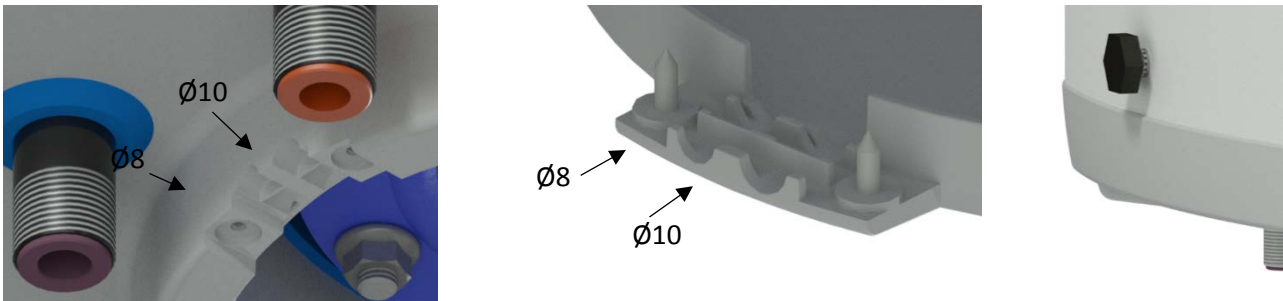
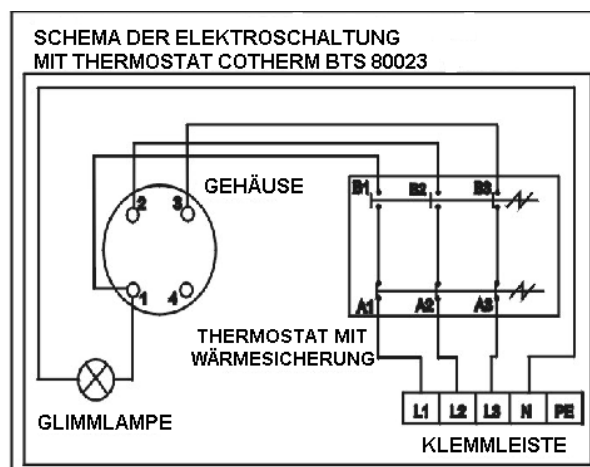

Abbildung 8
Abbildung 9
Der Anschluss ist laut Anschlusschema durchzuführen. Der im Werk vorgenommenen Anschluss darf nicht geändert werden! (Abbildung 8). Die Trennwand in der Abdeckung der Elektroinstallation entfernen, die dem Durchmesser des Zuleitungskabels, also  $\phi 8$  oder  $\phi 10$  (Abbildung 9) entspricht. Die elektrischen Teile des Warmwasserbereiters haben die Schutzklasse IP 45. Der Leistungsbedarf des elektrischen Körpers beträgt 4000 W.
- Das Schema des Elektroanschlusses ist dem Warmwasserbereiter am Gehäuse der Elektroinstallation (Abbildung 9) beigelegt.